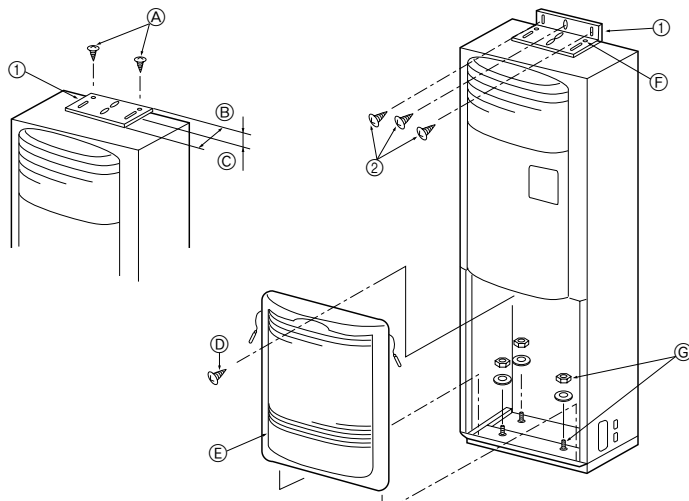

Fig. 3-2
3.2. Devrilmeyi engelleyen köşebent (Fig. 3-2)